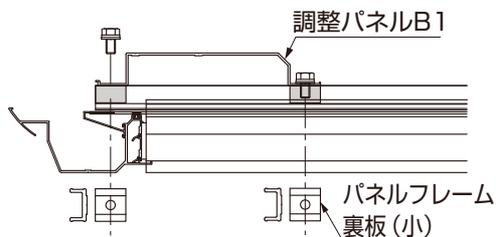

図3-1 L50の場合
- B部：L57の場合、水上側・水下側の調整パネルB1に加工されている端部アーチカバー取付穴(工場加工)の長穴に【7-6】は取付け不要です。(図3-1参照)